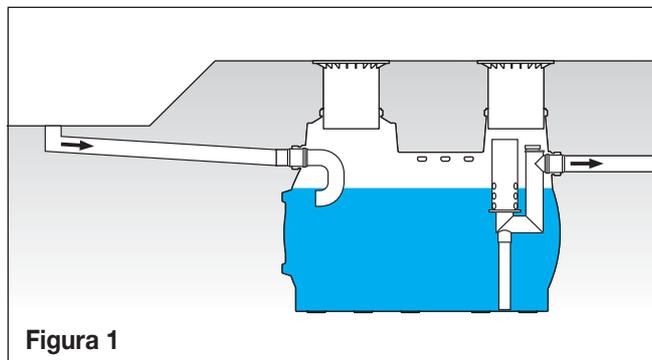

Figura 1
Los sistemas separadores se deben instalar de manera que el borde de la tapa del pozo (nivel del suelo) esté suficientemente por encima del nivel determinante del agua en la superficie que se está desaguando (véase la figura 1 a 3).
■ **Figura 1**